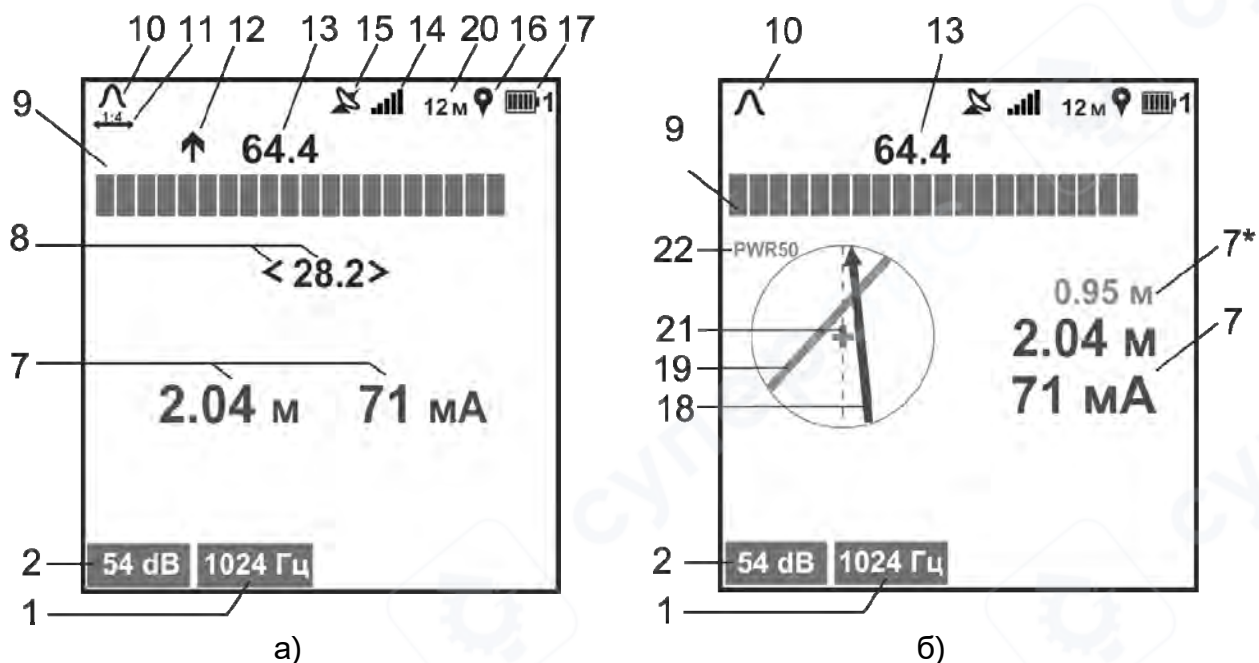

Рисунок 3.2 – Индикация приемника в режиме «ТРАССА»
- режим «ТРАССА» – для поиска коммуникаций с одновременным определением глубины её залегания, величины протекающего по ней тока рабочей частоты (рисунок 3.2а). Дополнительно при включенной функции «КОМПАС», отображается положение и направление коммуникации относительно приемника (рисунок 3.2б).;
Примечание. Индикация значения уровня входного сигнала в «дБ» при поиске по «максимуму» и «минимуму» (соответственно поз. 13 и 8 на рис. 3.2) при перегрузке соответствующих им входных каналов меняет свой цвет на красный
При включенной опции «растяжка шкалы «максимум» 1:4» цена деления уменьшается в четыре раза, тем самым увеличивая разрешающую способность шкалы. При этом на экране отображается символ «» (поз. 11 на рис. 3.2), под шкалой «максимум» появляется желтая полоса, указывающая положение окна растяжки относительно исходной (нерастянутой) шкалы.
По мере продвижения по трассе ориентируйте приемник относительно коммуникации таким образом, чтобы на экране указатель положения коммуникации (поз. 18 рис. 3.2б) совпадал с осью приемника (поз. 21 рис. 3.2б).